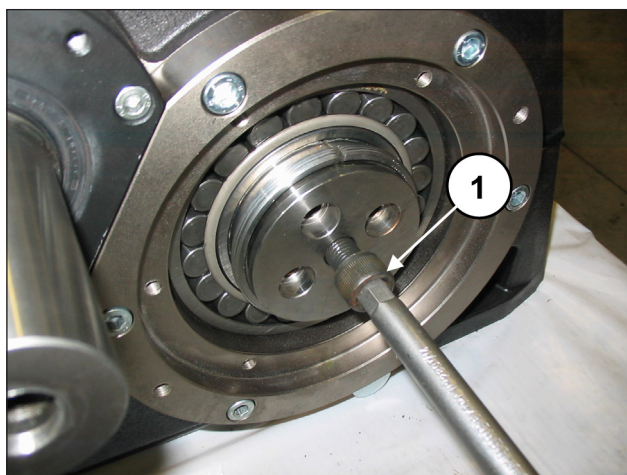

Рис. 80
Вставьте винт M16 достаточной длины (35-40 мм) в отверстие M16 коленвала и закручивайте, пока фланец не упрется во втулку (поз. ①, Рис. 80). Не затягивайте винт.